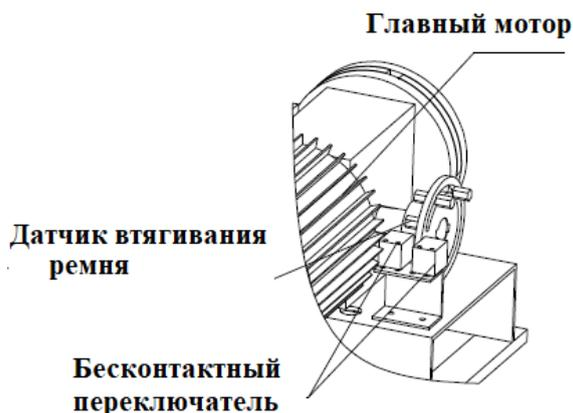

Рис. 17
① Когда два бесконтактных переключателя обнаруживают датчик втягивания ленты, как показано на Рис. 17, главный двигатель останавливается, двигатель втягивания ленты запускается, машина начинает втягивать ленту.